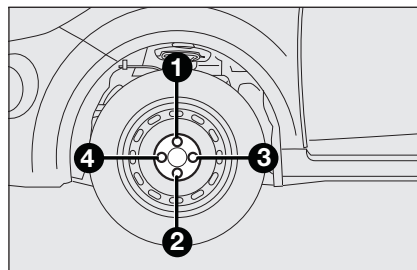

fig. 8
- ☐ Spænd hjulet helt til "over kryds" ad flere gange i den på **fig. 8** viste rækkefølge.
- ☐ Spænd hjulboltene fast med hjulnøglen i den viste rækkefølge i **fig. 8**.